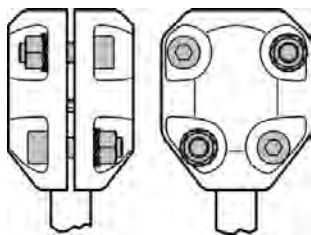

Abb. 11
- Die Kopplung mit den vier Schrauben, Beilagscheiben und Muttern anbringen; die Schrauben nicht festziehen und viel Spiel lassen. **Wichtig: alternativ auf die beiden Seiten der Kopplung die Muttern und die Schraubenköpfe setzen (Abb. 11).**